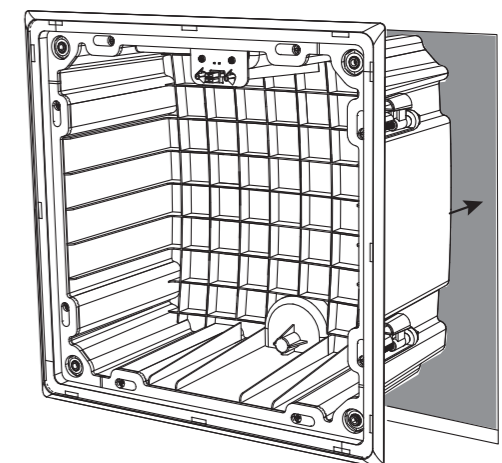

Fig. 17. Installing the back can
2. Drücken Sie die hintere Dose mit den acht Montageklemmen für die hintere Dose in der verstaute (nach innen gerichteten) Position in die Trockenbauöffnung. Achten Sie darauf, die Lautsprecherkabel oder Ihre Finger nicht einzuklemmen (Abb. 17).